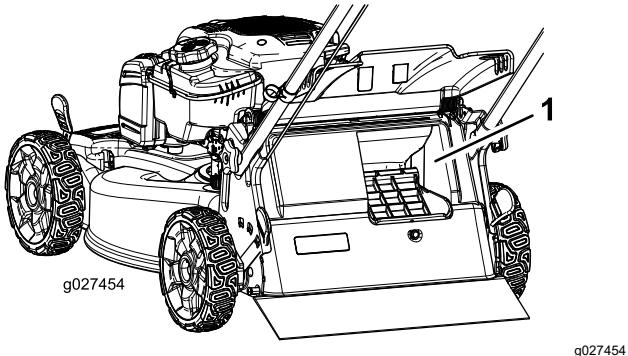

Bild 18
**Wichtig:** Stellen Sie für einen einwandfreien Betrieb den Motor ab, warten Sie, bis alle beweglichen Teile zum Stillstand gekommen sind, entfernen Sie dann Schnittgut und Rückstände von der Klappe des zuschaltbaren Fangkorbs und den umgebenden Öffnungen (**Bild 18**), bevor Sie die Stellung des Hebels für den zuschaltbaren Fangkorb ändern.